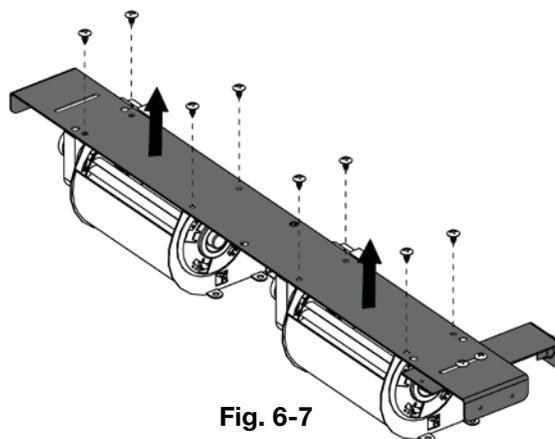

Fig. 6-7
- Si l'entretien ou remplacement de la soufflerie est requis, retirez les 8 vis servant à fixer les souffleries au support (**Fig. 6-7**).